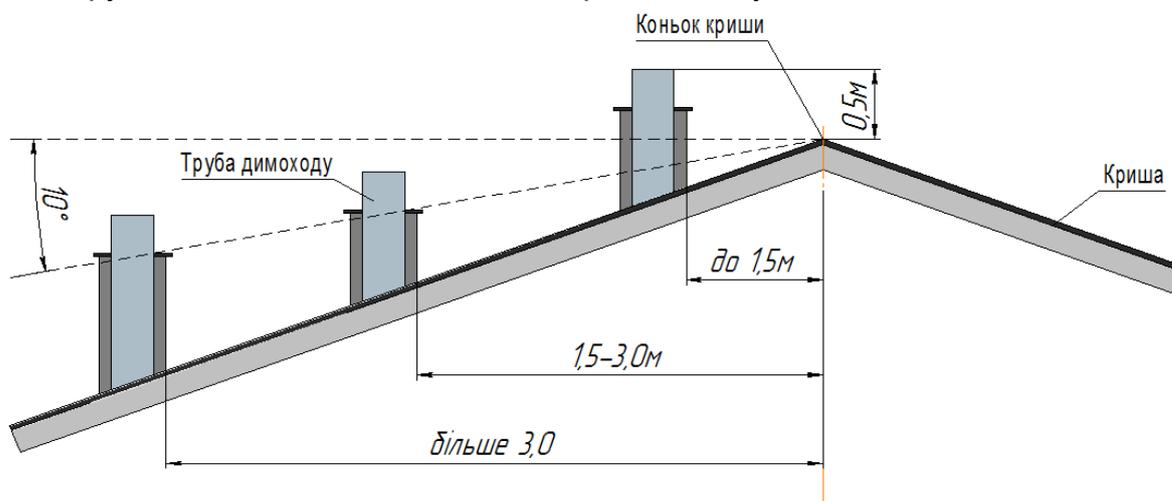
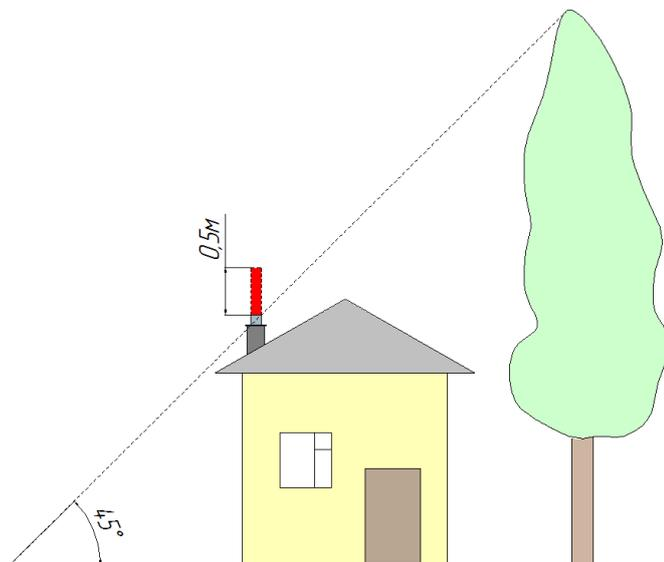

Рис.6 Рекомендована схема розміщення димової труби над гребеня даху.
Рис.7 Збільшення димоходу при наявності біля будівлі зони вітрового підпору.
6.4.3 Димохід повинен забезпечувати вихід димових газів з котла, не створюючи при цьому додаткових опорів (див. Рис.6 та Рис.7).